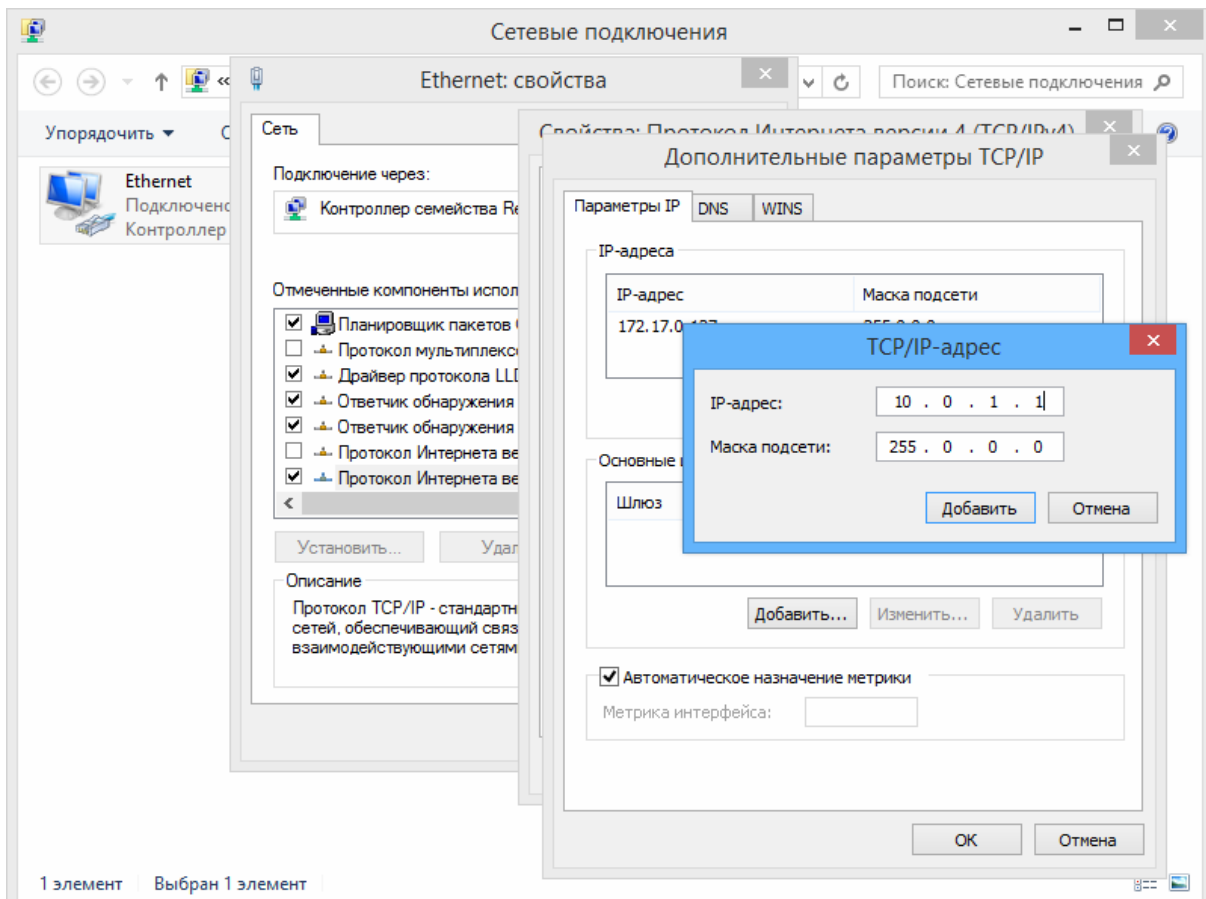

Рисунок 18. Добавление IP-адреса ПК
1. **Отсутствуют сетевые настройки в компьютере** – установите IP-адрес и маску подсети компьютера. Контроллер при этом должен быть подключен либо непосредственно к сетевому разъему сетевой карты компьютера, либо к тому же Hub/Switch, в который включен компьютер (см. рис. 18).